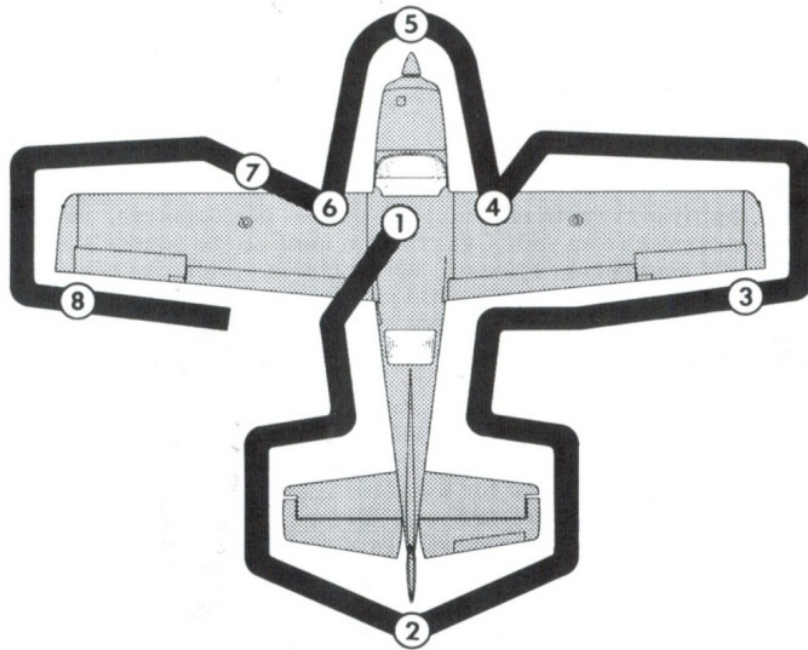

Figura 01;
- Durante inspeção de pré voo, seguir a sequência de verificações conforme figura 01.